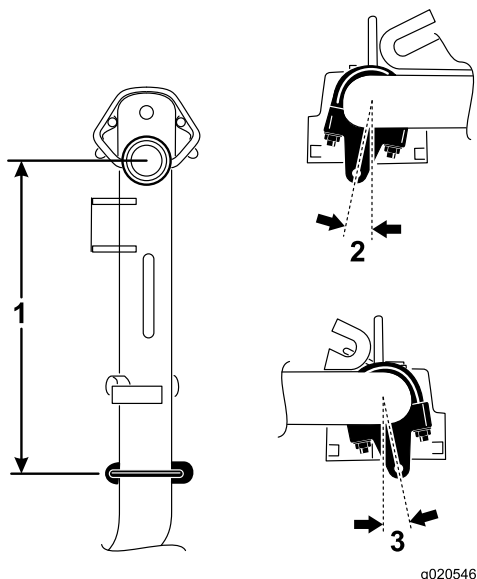

Figure 4
1. Sur les bras de relevage n° 1, 4 et 5, positionnez les supports de chaînes et les étriers filetés à 38 cm derrière l'axe du pivot (Figure 4).
2. Sur les bras de relevage n° 1 et 5, tournez les supports vers la droite de 10 degrés par rapport à la verticale (Figure 4).
3. Sur le bras de relevage n° 4, tournez le support vers la gauche de 10 degrés par rapport à la verticale (Figure 4).